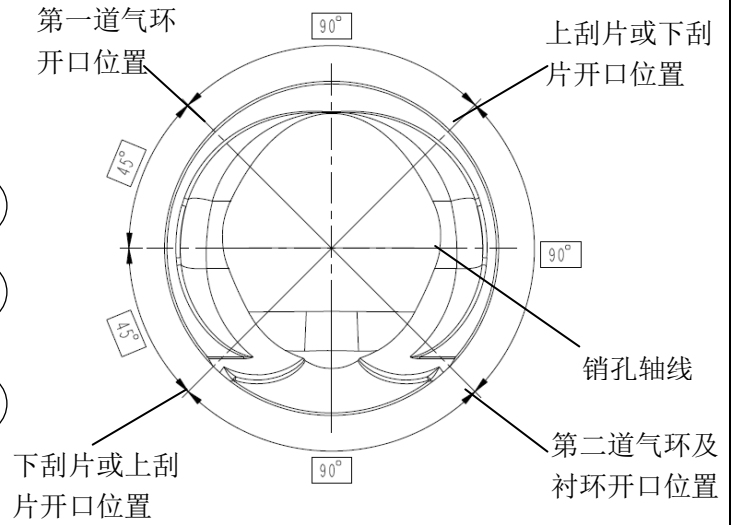

图 C-9 各环开口位置要求
- 3)、在装入至缸孔时各环开口位置如图 C-9。
- 3)、按照图 C-9 中活塞环开口位置要求调整各道环开口到相应位置；